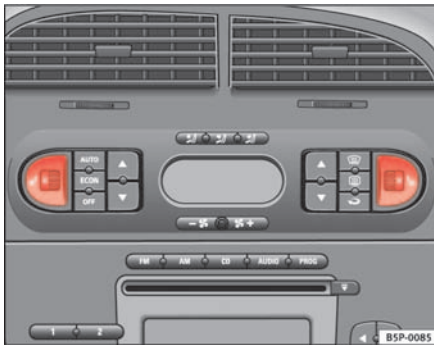

Abb. 94 Rändelräder für die Sitzheizung der Vordersitze
- Drehen Sie das jeweilige Rändelrad ⇒ **Abb. 94**, um die Sitzheizung einzuschalten. In Grundstellung **0** ist die Sitzheizung ausgeschaltet.